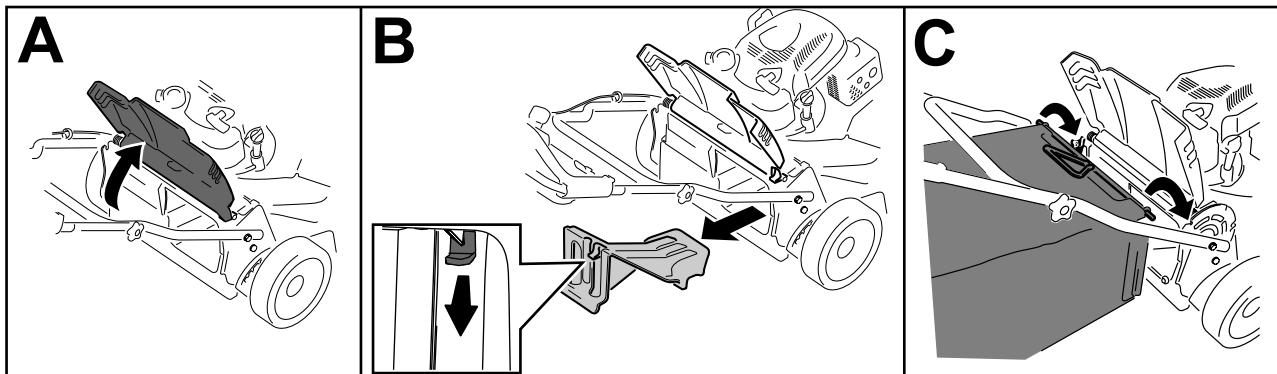

Bild 24
1. Heben Sie die Heckklappe an und halten Sie diese hoch (A in Bild 24).
2. Drücken Sie zum Entfernen der Heckauswurfklappe den Riegel mit dem Daumen nach unten und ziehen die Klappe aus der Maschine (B in Bild 24).
3. Setzen Sie die Fangkorbstange in die Kerben an der Unterseite des Holms ein und bewegen den Fangkorb nach vorne und hinten, um sicherzustellen, dass die Stange richtig in den Kerben sitzt (C in Bild 24)